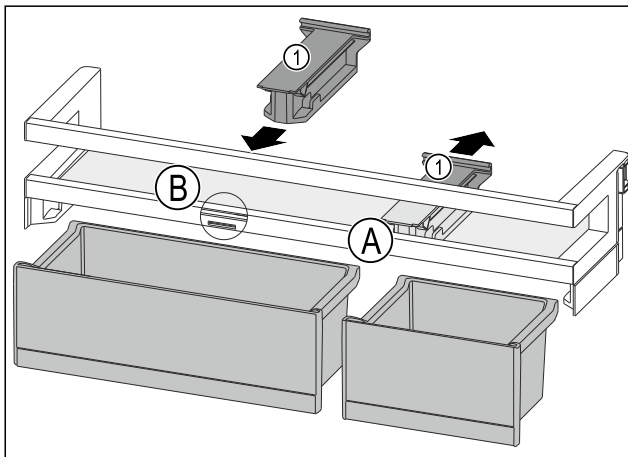

Fig. 196
- ▶ Halteteil Fig. 196 (1) in Position Fig. 196 (A) nach hinten abziehen.
- ▶ Halteteil Fig. 196 (1) in Position Fig. 196 (B) einsetzen.